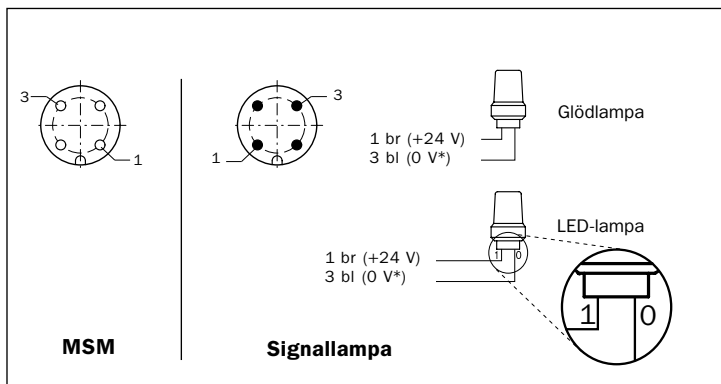

Bild 7: Anslutningsbild muting-signallampa: vänster MSM,
- Kontrollera polerna vid anslutning av LED-signallamporna (se bild 7).